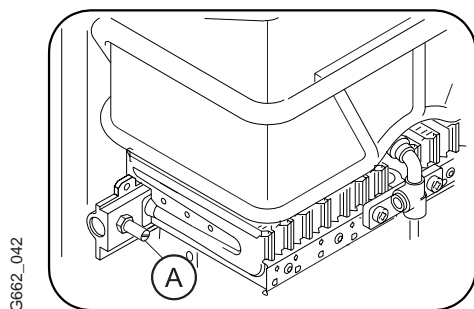

Fig. 6
- Regolare il massimo del gas con un metodo adeguato, vedere dati tecnici (punto 1.8): in linea di massima si può utilizzare il metodo della pressione al bruciatore, come indicato in fig. 6 e 7, oppure quello della pressione agli ugelli. In entrambi i casi è necessario un manometro con scala tarata in mbar oppure in mm (H₂O).
- Allentare la vite della presa di pressione (A) del bruciatore (fig. 6) e collegare il tubo flessibile del manometro.